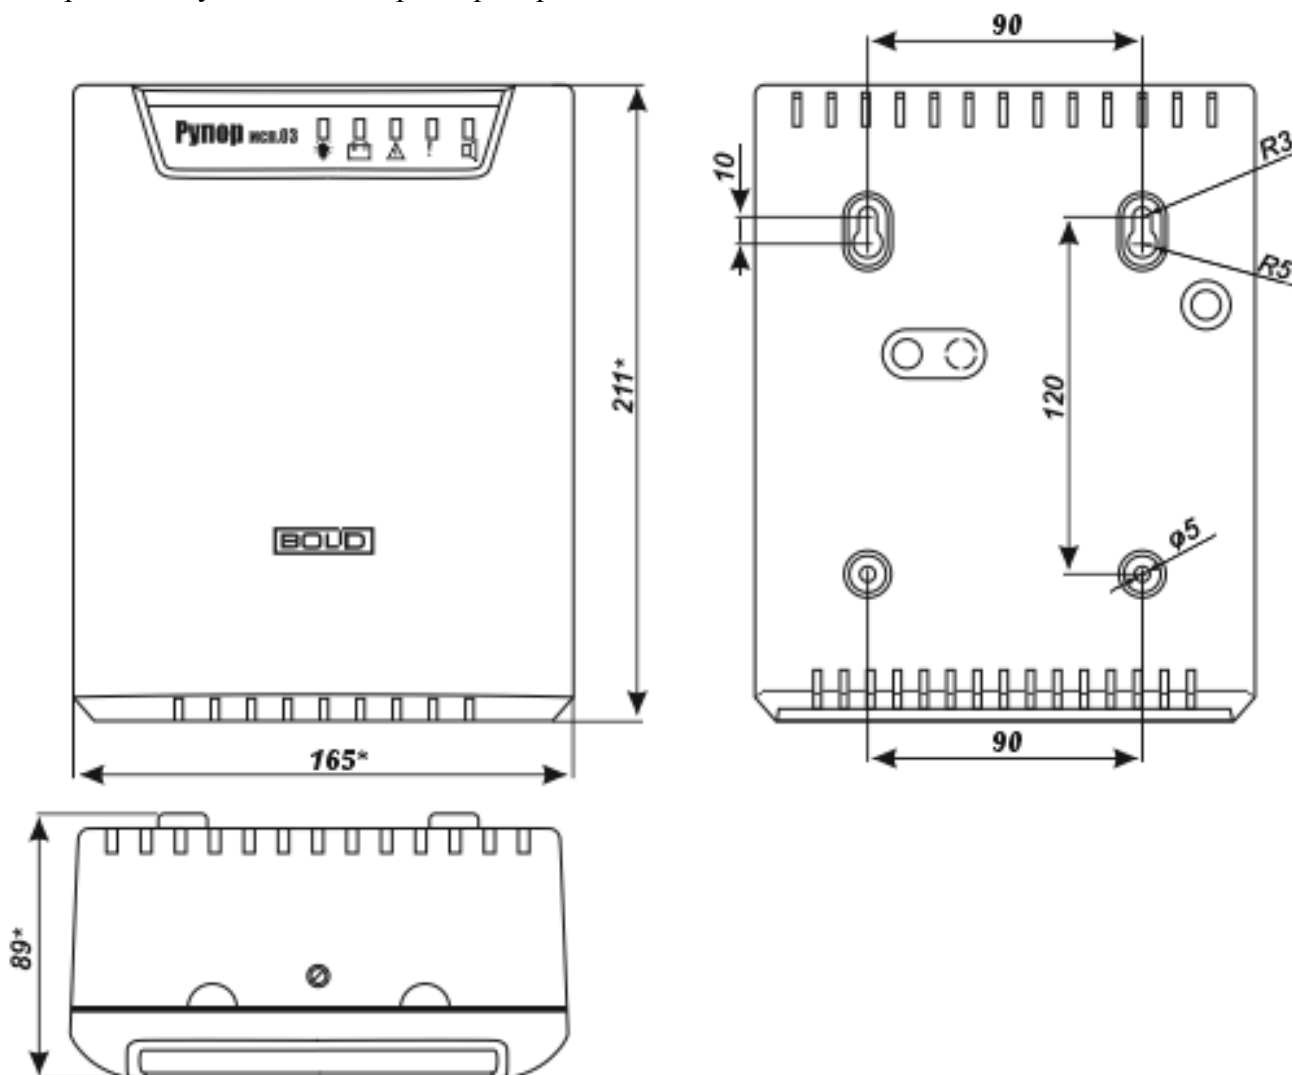

Рис. 1. Габаритные и установочные размеры
Габаритные и установочные размеры представлены на Рис. 1.
4.3.4 Закрепить блок на стене в удобном месте. Габаритно-установочные размеры указаны на Рис. 1.